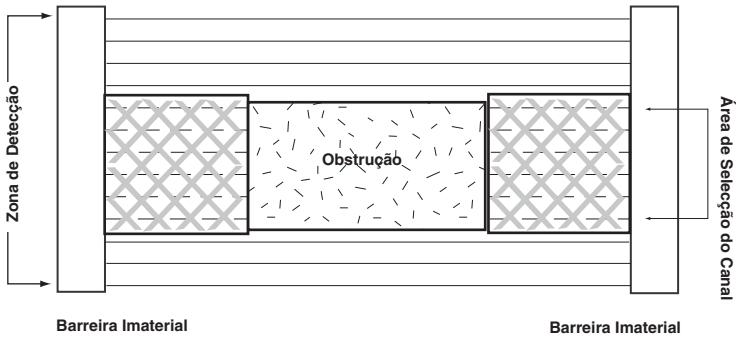

Figura 13: Acréscimo de Protecção Sólida à Barreira Imaterial ao Usar Selecção de Canal Exacta/Supressão de Feixe
- Protecção sólida refere-se às barreiras mecânicas tais como uma chapa ou metal expandido. Consultar a figura 13 para um exemplo.